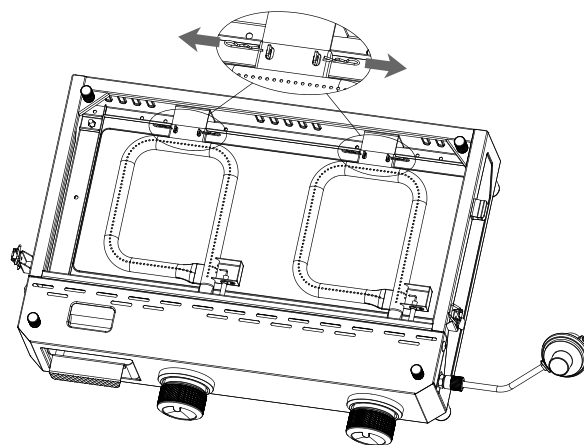

Figure 2
3. Retirez quatre goupilles fendues des supports du brûleur, comme illustré à la figure 2.